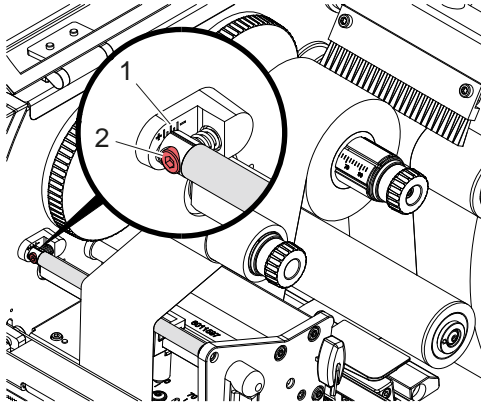

Bild 19 Transferfolienlauf oben einstellen
6. Geeigneten Kern (4) auf den Transferfolienaufwickler (5) schieben und in analoger Weise wie die Folienrolle positionieren und fixieren.
7. Transferfolie wie in Bild 19 durch die Druckmechanik führen. Die durchgehende Linie gilt für Folien mit innen-gewickelter, die gestrichelte Linie für Folien mit außengewickelter Beschichtungsseite.
8. Transferfolienanfang mit einem Klebestreifen mittig am Transferfolienkern (4) fixieren. Rotationsrichtung des Transferfolienaufwicklers entgegen dem Uhrzeigersinn beachten.
9. Transferfolienaufwickler (5) entgegen dem Uhrzeigersinn drehen, um den Transferfolienlauf zu glätten.
10. Hebel (6) in Uhrzeigerrichtung drehen, um den Druckkopf zu verriegeln.
11. Klappe (8) öffnen und Transferfolie in analoger Weise in untere Druckeinheit (7) einlegen. Die Richtungsangaben gelten hier mit Ausnahme der Drehrichtung der Drehknöpfe entgegengesetzt zur oberen Druckeinheit.